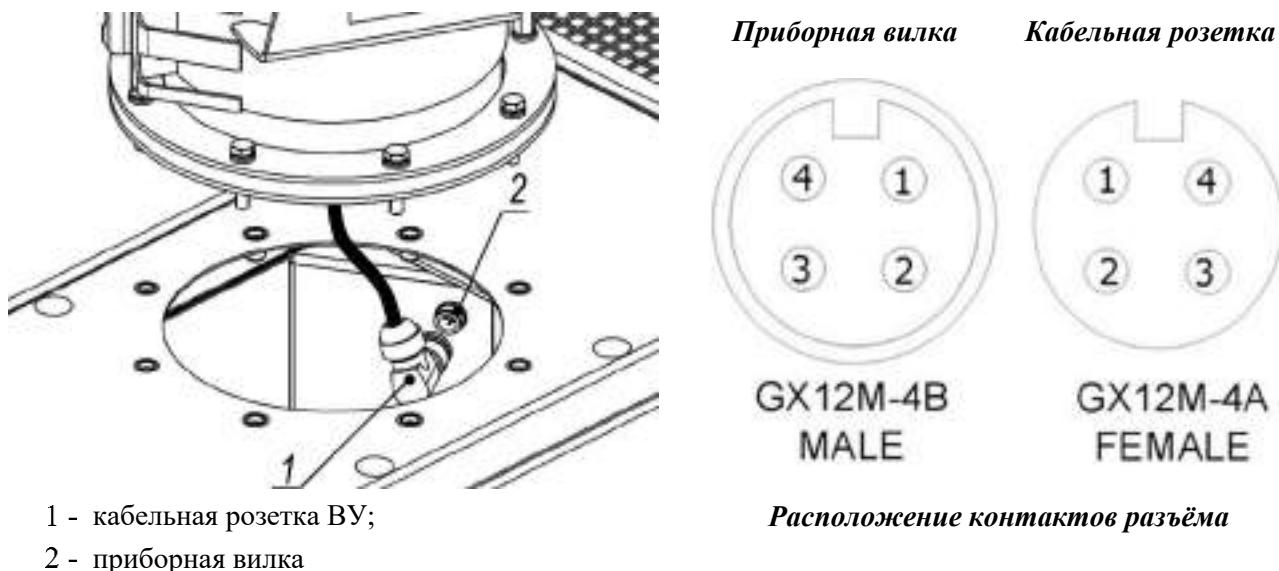

Рисунок 3
5.1.4 Для ВУ моделей КУА-М-XSL (с подсветкой) перед установкой требуется к фильтру подключить электропровод. Для этого необходимо соединить разъём, установленный на конце кабеля электропроводки ВУ, с приборной вилкой, установленной внутри камеры фильтра (рисунок 3).
После завершения доочистки перевести переключатель «СЕТЬ» (рисунок 3) в положение «выключено».